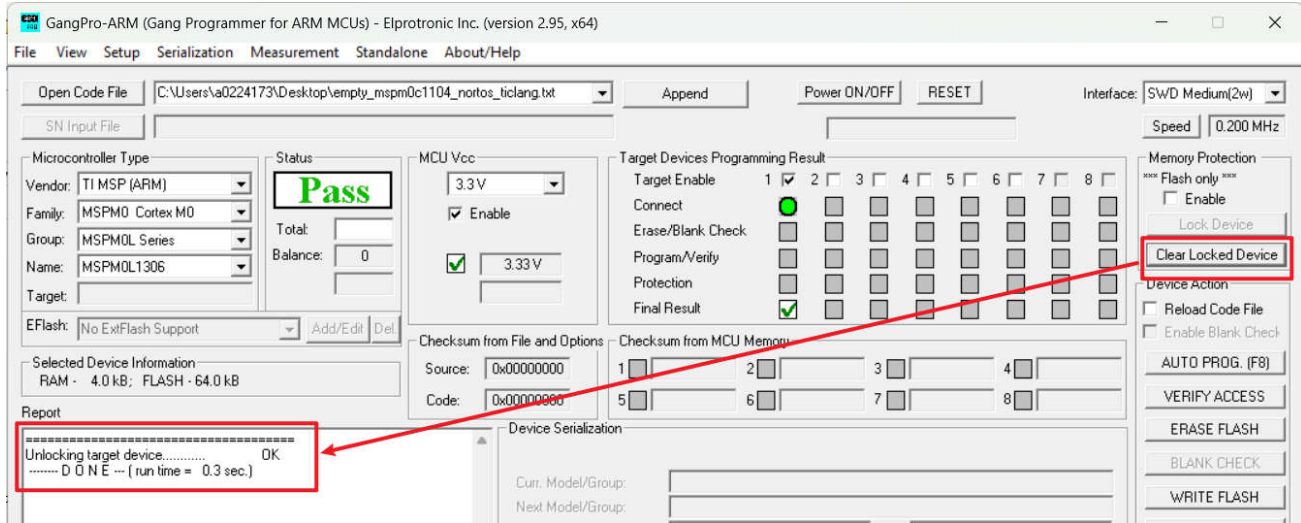

图 5-12. 使用 C-GANG 恢复出厂设置
8. 如果设备被锁定，C-GANG 还支持通过**恢复出厂设置**来解锁设备。首先，请连接 VCC、GND、SWDIO、SWCLK、RST。然后按照指示操作，如图 5-12 所示。